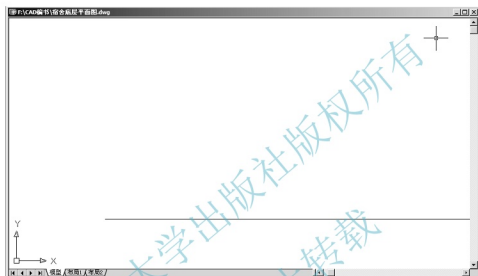

图 2.22 绘制 A 轴线
(2) 单击【绘图】工具栏上的【直线】图标或在命令行输入“L”后按 Enter 键，启动绘制直线命令。
① 在 **line 指定第一点**：提示下，在绘图区域左下角的任意位置单击，将该点作为 A 轴线的左端点，移动光标则会发现一条随着光标移动而移动的橡皮条。
② 单击状态栏上的【正交】按钮或按 F8 键（F8 为【正交】功能的快捷键），打开【正交】功能，这样光标只能沿水平或垂直方向拖动。
③ 在 **指定下一点或 [放弃 (U)]**：提示下，水平向右拖动光标，并在命令行输入“42600”后按 Enter 键。
④ 在 **指定下一点或 [放弃 (U)]**：提示下，按 Enter 键结束【直线】命令。这样就画出一条长度为 42600mm 的水平线，如图 2.22 所示。
从图 2.22 中可以看到，绘图区只能看到 A 轴线的左端点而不能看到其右端点。这是因为新建图形具有距离眼睛较近的特点。